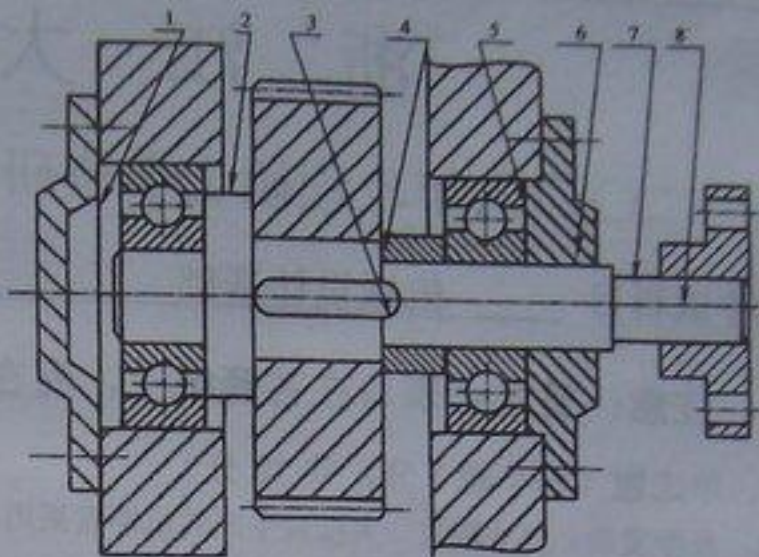

图 6
2. 图 6 所示的轴系结构设计中, 箭头所指处存在设计错误, 请用文字指出这 8 处存在的问题, 并提出改进的措施 (注 1: 改进措施可用文字阐述, 也可采用在答题纸上绘出正确的结构图的方式, 两者选其一即可)。(12 分)